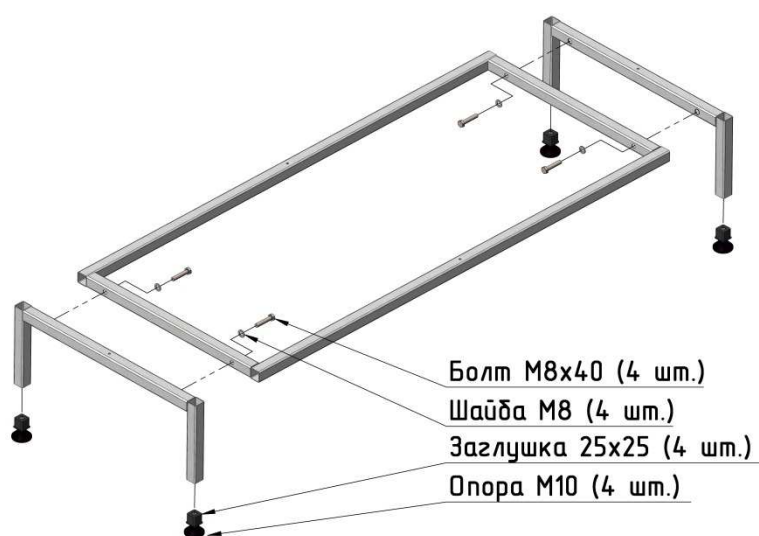

Рис.1
**Для сборки разборного каркаса необходимо (Рис. 1)**